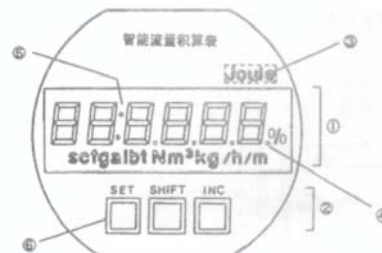

图 6-3 面板各部分名称
- (1) 按〔SET〕键，使“一般模式”转换为“设定模式”。这就进入了参数设定状态。
- (2) 显示的左边二位数是“参数项号码”，右边四位数是“参数数据内容”，两者用“:”分开。如图 6-3 所示。